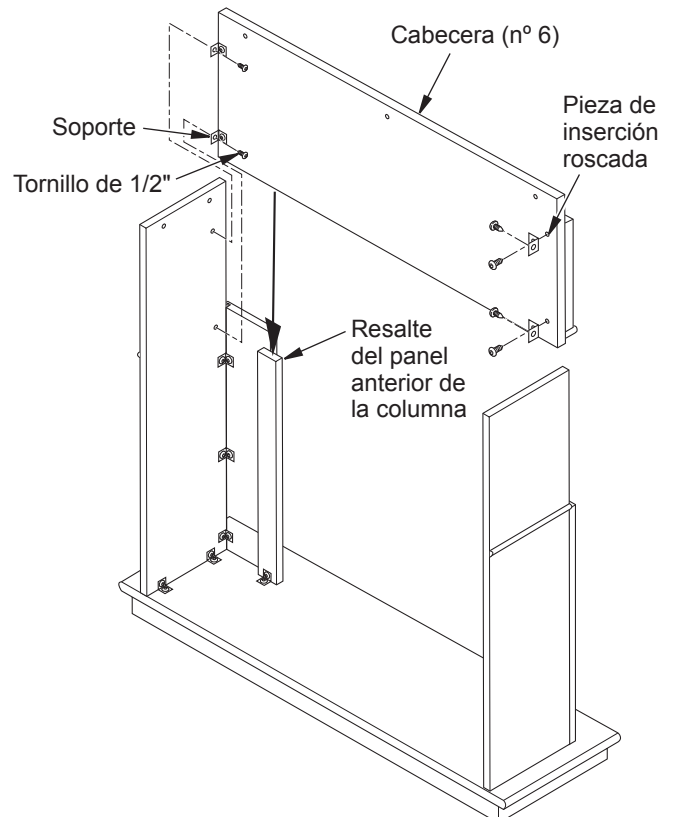

Figura 3 - Fijación de la cabecera
2. Coloque la cabecera (n° 6) en su sitio, sobre la parte superior de los ensambles de columna, con la flecha apuntando hacia arriba. La parte inferior de la cabecera entrará haciéndola deslizar por detrás de la porción superior de los paneles anteriores de las columnas y se apoyará sobre los resaltes (consulte la figura 3). Alinee los orificios de los soportes a las piezas de inserción roscadas en los ensambles de las columnas. Fije la cabecera a los ensambles de las columnas usando cuatro tornillos de 1/2" a través de los soportes. Deje los tornillos flojos.